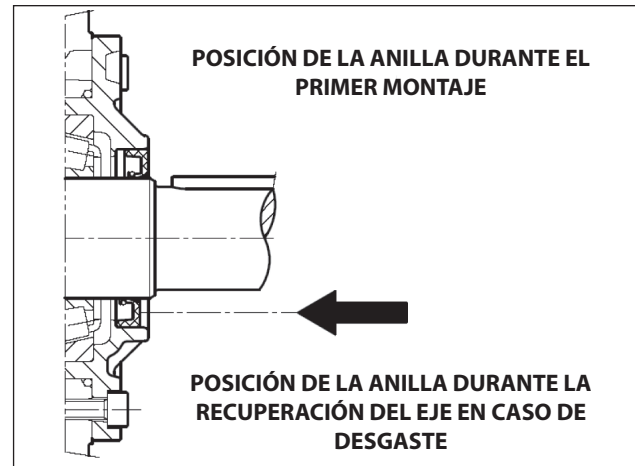

Fig. 7
**En el caso que el eje bomba presente un desgaste diametral en la zona de contacto con el labio de retención, con el fin de evitar tener que realizar la operación de rectificación, es posible volver a colocar la anilla hasta que encaje con la tapa como se indica en la Fig. 7.**